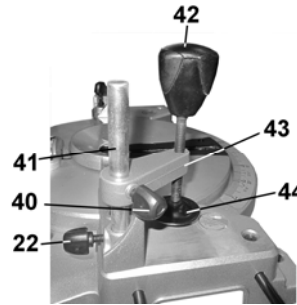

Рис. 4
8.4.3. Как показано на (Рис. 4), установите стойку струбцины (41) в посадочное отверстие.